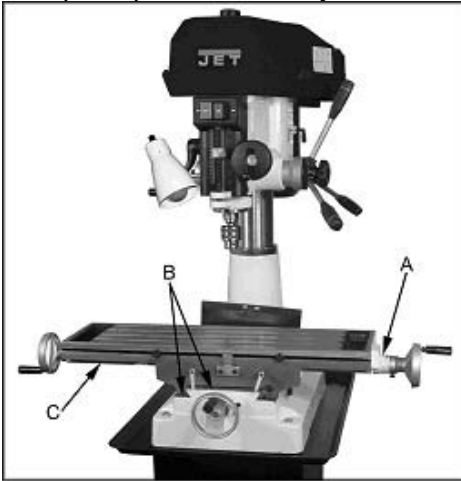

Рис. 13
- Винт перемещения ось X (C, Рис. 13)
Смазать через пресс-масленку (А, Рис. 13)
Смазать по всей длине (В, С, Рис. 13).